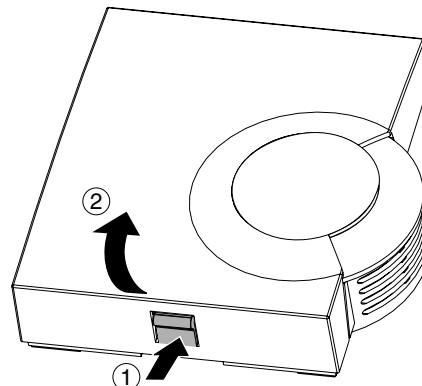

Abb. 1: Gehäusedeckel abnehmen
- Nehmen Sie den Gehäusedeckel des Raumtemperaturfühlers ab (siehe Abb. 1).